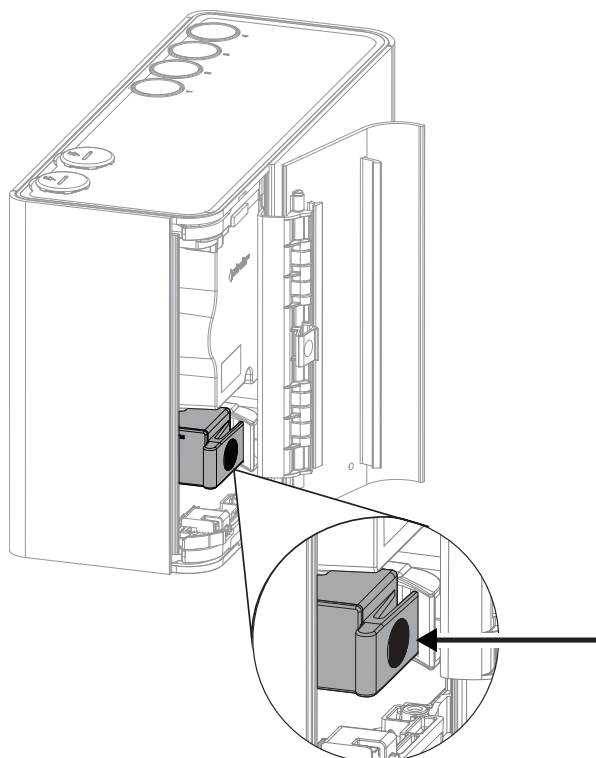

Figure 7-2: Libérer le filtre
2. Appuyez sur le mécanisme de libération de filtre (Figure 7-2).